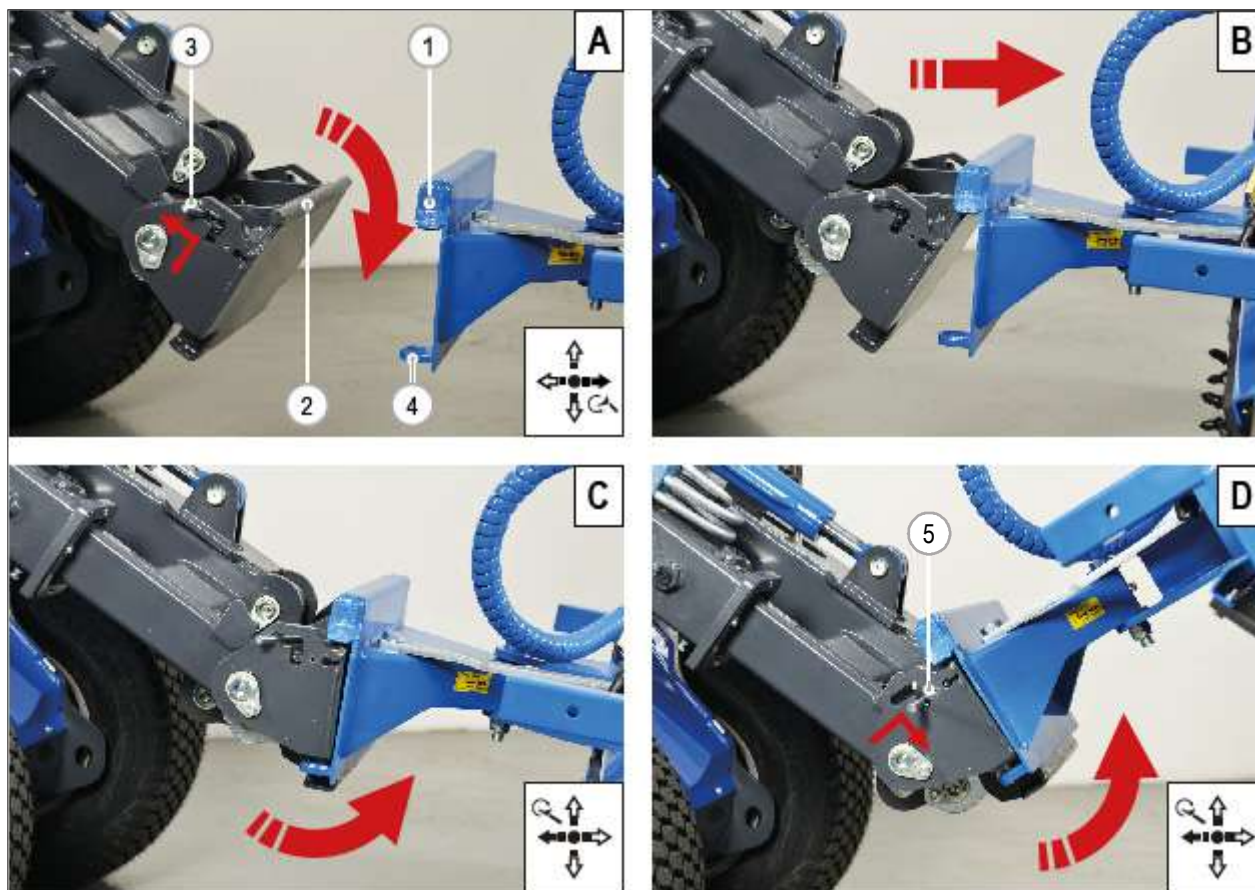

РИС. 33
При эксплуатации на дорогах общего пользования блокировка стрелы обязательна. Машина оснащается (опционально) переключателем (РИС. 33 - Сс. 1) блокирующим подъемную стрелу.
2) Поднимите и отодвиньте два рычага (РИС. 33 - Сс. 3), расположенные на монтажной пластине, чтобы поднять запорные штифты.
5) Медленно двигайтесь к навесному оборудованию и совместите верхний край монтажной плиты машины (РИС. 33 - Сс. 2) и верхнюю кромку монтажной плиты навесного оборудования (РИС. 33 - Сс. 1). Установите верхний край монтажной плиты машины в верхнюю кромку монтажной плиты навесного оборудования (РИС. 33 - Сс. В).
6) Когда верхний край монтажной плиты машины будет в монтажной плите навесного оборудования, слегка поверните монтажную плиту машины назад, чтобы нижний край монтажной плиты занял соответствующее место на навесном оборудовании (РИС. 33 - Сс. С).
7) Продолжайте наклонять навесное оборудование назад, и запорные штифты (РИС. 33 - Сс. 5) автоматически защелкнутся в положение блокировки, закрепив навесное оборудование на машине.
8) Визуально проверьте, находятся ли запорные штифты (РИС. 33 - Сс. 5) в закрытом положении. В противном случае присоединение выполнено неправильно.
- 4) Медленно двигайтесь к навесному оборудованию и совместите верхний край монтажной плиты машины (РИС. 33 - Сс.2) и верхнюю кромку монтажной плиты навесного оборудования (РИС. 33 - Сс. 1). Установите верхний край монтажной плиты машины в верхнюю кромку монтажной плиты навесного оборудования (РИС. 33 - Сс. В).
- 6) Когда верхний край монтажной плиты машины будет в монтажной плите навесного оборудования, слегка поверните монтажную плиту машины назад, чтобы нижний край монтажной плиты занял соответствующее место на навесном оборудовании (РИС. 33 - Сс. С).
- 1) Поднимите и отодвиньте назад два рычага (РИС. 33 - Сс. 3) на монтажной плите для отсоединения двух запорных штоков.